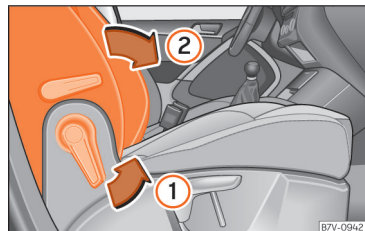

Рис. 90 Сидіння переднього пасажира: складання спинки.
- Посуваючи рукоятку в напрямку стрілки >>> **рис. 90** ①, оберіть бажаний кут нахилу спинки.